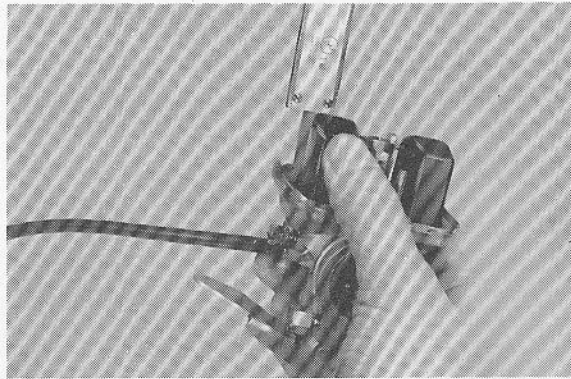

Fig. 4-2-16
- d. Using a vernier caliper, measure the distance of the float arm from the top of the float chamber gasket seat (gasket removed) to the float arm. (Fig. 4-2-16)
- d. En utilisant un pied à coulisse, mesurer la distance du bras de flotteur depuis le haut du siège de joint de chambre à flotteur (joint enlevé) jusqu'au bras de flotteur. (Fig. 4-2-16)